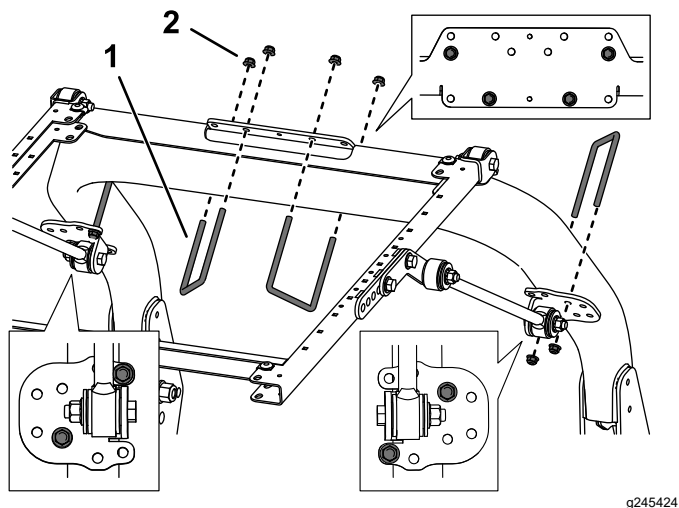

Рисунок 36
8. Используя монтажные отверстия, показанные на Рисунок 36, прикрепите, не затягивая, все кронштейны подпорок к стойкам защитной дуги с помощью U-образного болта (3 1/2 x 5 дюймов) и 2 фланцевых гаек.